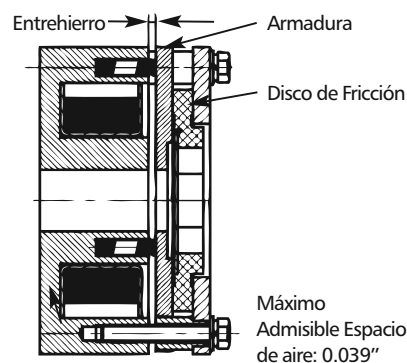

Figura 5 – Comprobación de brecha de frenos
3. Compruebe si hay discos de freno desgastados midiendo el espacio de aire del freno con un calibrador (Ver Figura 5). Brecha freno mayor que el límite de desgaste admisible puede causar la charla o el fracaso de su liberación.